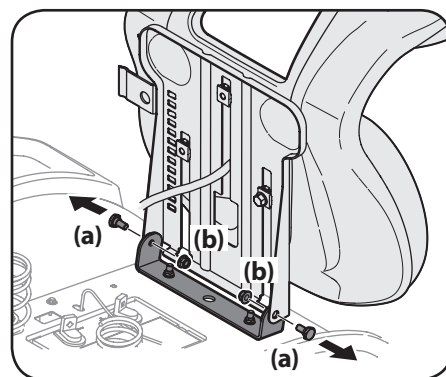

Figure 2-2
- Enlevez les deux boulons à épaulement (a) et les contre-écrous (b) qui se trouvent sur la cuvette du siège, comme à la Figure 2-2.